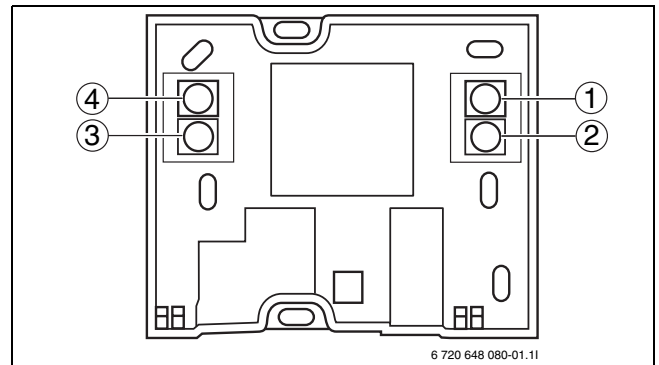

Fig. 46 Connessioni
- ▶ Controllare che i quattro cavi siano collegati ai contatti come mostrato in fig. 46.
- ▶ Installare il termostato ambiente modulante in base alle indicazioni contenute nelle istruzioni per l'installazione della pompa di calore. Collegare il termostato ambiente modulante secondo lo schema elettrico (fig. 46). Assicurarsi che il corretto collegamento dei cavi +12 V, CANH, CANL e GND sia effettuato ai morsetti della scheda elettronica.